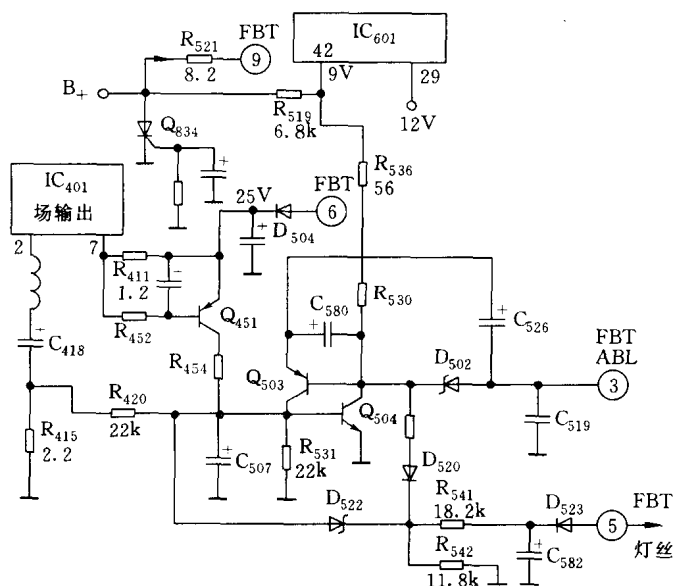
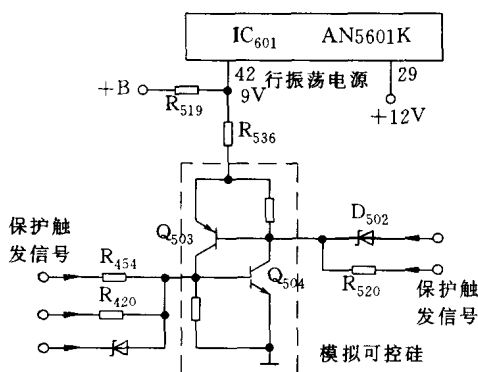

图 1-1-3 松下 TC2186 彩电保护电路(一)
图 1-1-4 松下 TC2186 彩电保护电路(二)
〔分析与检查〕 首先检查 B_+ 电压,如果 B_+ 电压低于正常值,可能是 B_+ 负载有短路或漏电现象,例如: B_+ 过压保护可控硅 Q_{834} 故障,行输出管、阻尼二极管漏电,FBT级间短路等;可断开负载再试,如果 B_+ 恢复正常,故障大多不在电源电路。如果 B_+ 电压正常,可进一步判断保护电路是否动作。关键检查点是 IC_{601} ④脚行振荡电源端,此脚电压正常值在9V左右,如果④脚电压在1V左右,说明保护电路动作。为了确定此保护电路动作是由哪一部分引起的,可逐一断开保护电路触发点(参见图 1-1-3、图 1-1-4),瞬间开机,如果断开某一路后保护电路不